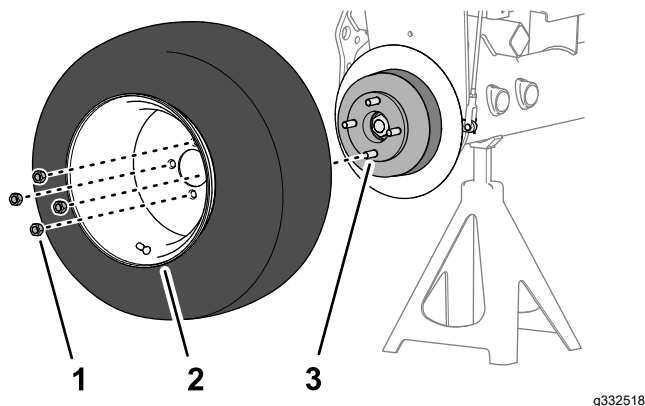

Figura 88
1. Monte a roda no cubo com quatro porcas de rodas (Figura 88) e aperte as porcas à mão.